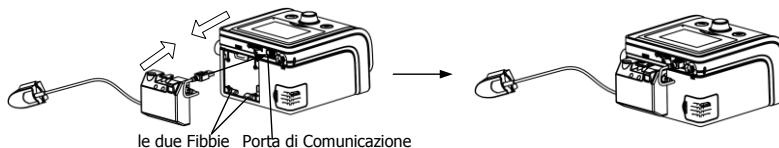

Fig. 11-12
(3) Puntare **le due Fibbie** sul retro dell'adattatore del Kit SpO2 in direzione delle due fibbie del piatto base e spingere finché le due unità non scattano in sede. Inserire il connettore del Kit SpO2 nella **Porta di Comunicazione** del dispositivo principale come mostrato nella Fig. 11-12.